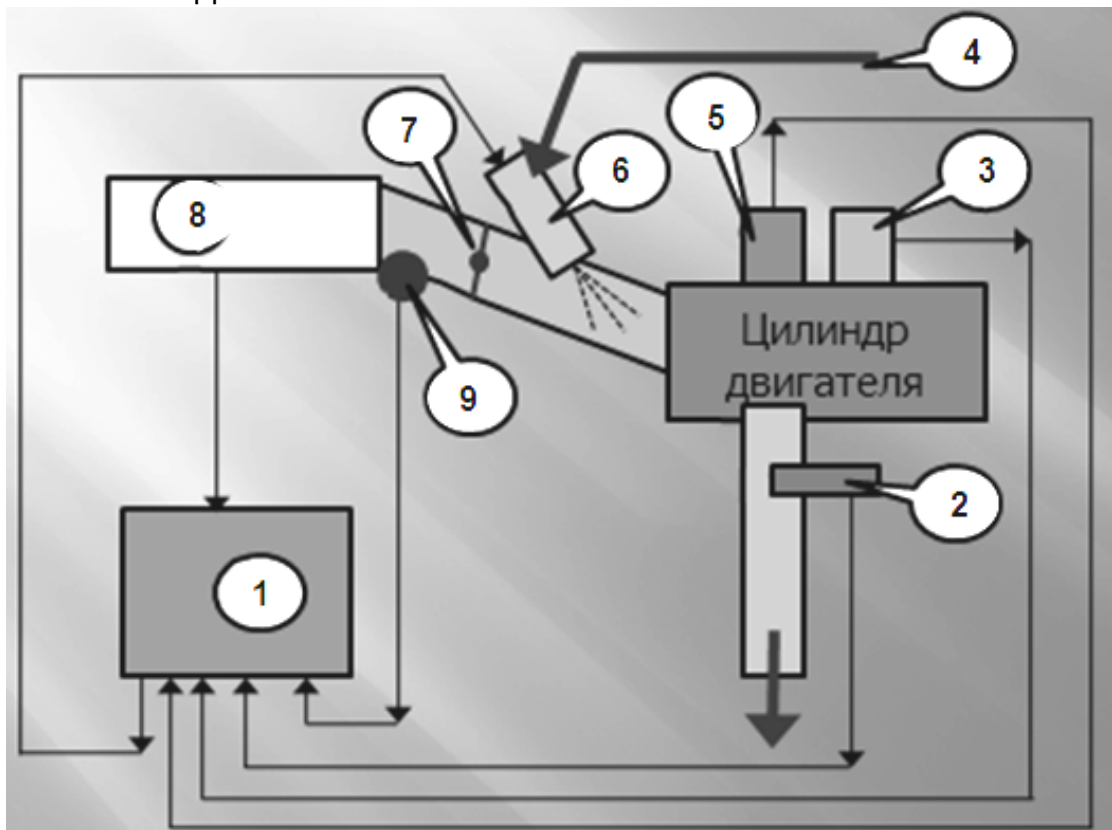

Рисунок 1. Схема системы впрыска бензинового двигателя.
2. Используя рисунок 1, описать общую конструкцию систем впрыска бензиновых двигателей.